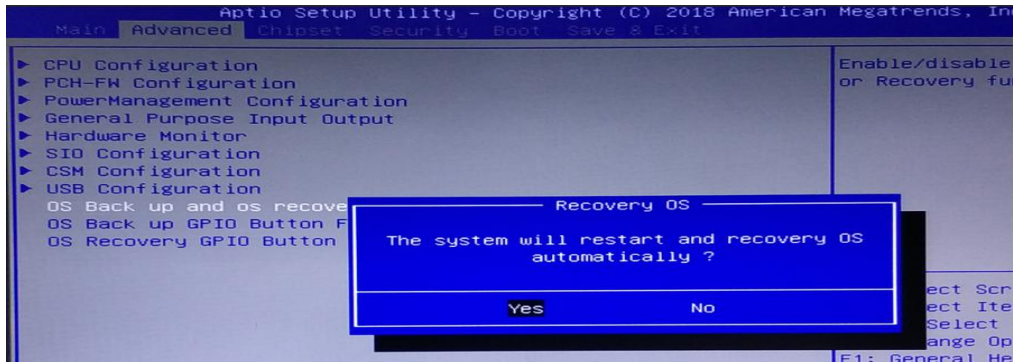

图 5 按 F4 还原界面
(3) 按下键盘左上角的 F3 按键，界面会出现提示：系统将会重启，同时开始自动还原系统 (如图 5 所示)，使用键盘选中 [YES]，进入到还原界面开始还原，还原完成后会自动重启系统。